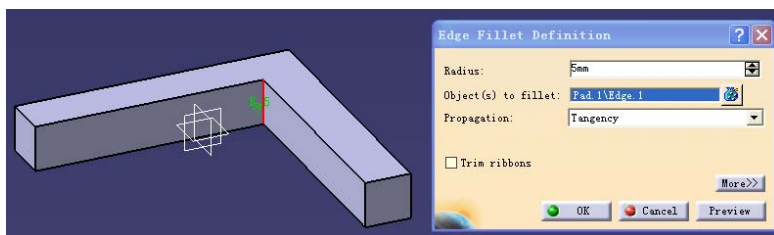

图 3-31
(2) 点击 Edge Fillet 后, 选择内直角的高度线, Radius 设 10mm。再选 Edge Fillet 后, 选择外直角的高度线, Radius 设 30mm, 点击 OK 键 (见图 3-31)。